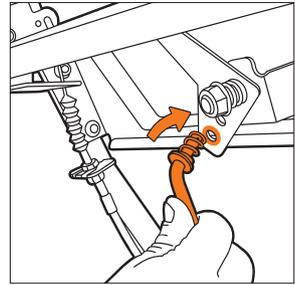

Рис. 32
- Подсоедините штангу к рычагу скорости на панели оператора (Рис. 32) и зашплинтуйте ее.